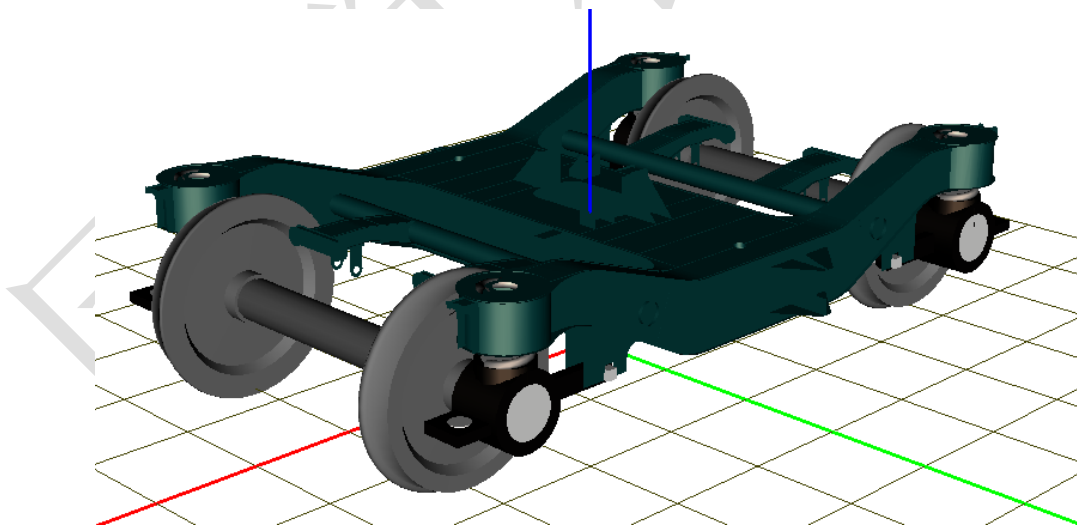

图 3-14
- 6) 复制生成第四个一系弹簧力元，重命名为一系弹簧 RL，更改 **Body1** 为 **轴箱 RL**。切换到整体视图，如图 3-14。